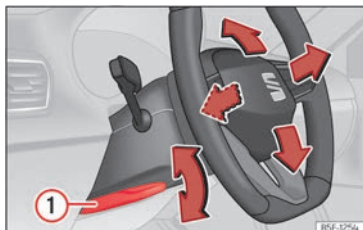

Abb. 63 Hebel auf der linken unteren Seite der Lenksäule.
- Hebel >>> **[Abb. 63] ①** nach unten schwenken, Lenkrad in die gewünschte Position bringen und Hebel wieder bis zum Schließpunkt nach oben drücken.
- Den Hebel >>> **[Abb. 63] ①** nach dem Einstellen immer fest nach oben schwenken, damit das Lenkrad während der Fahrt nicht unbeabsichtigt seine Position verändert.